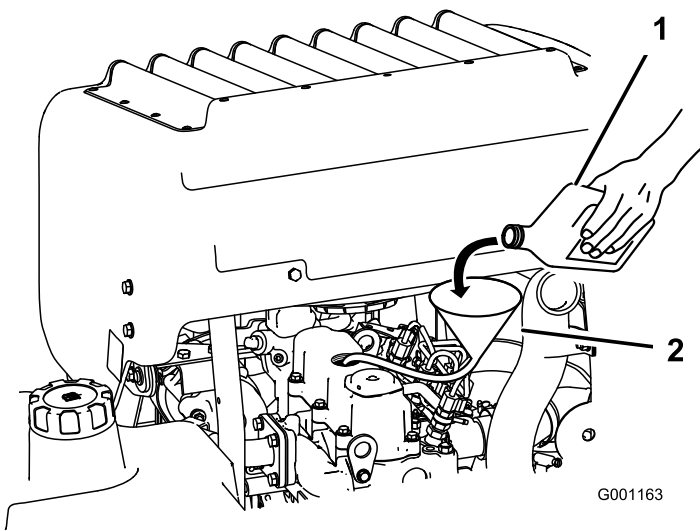

Figura 63
3. Utilize um tubo e um funil para adicionar óleo ao motor (Figura 63).